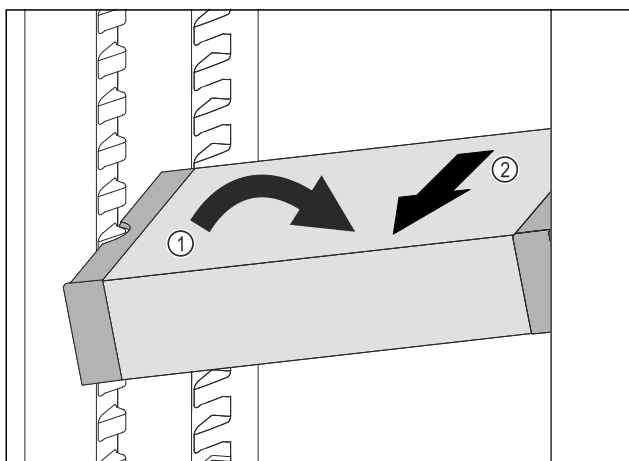

Fig. 188
- Incliner le VarioSafe dans la partie réfrigérateur. Fig. 188 (1)
- Sortir le tiroir VarioSafe par l'avant. Fig. 188 (2)